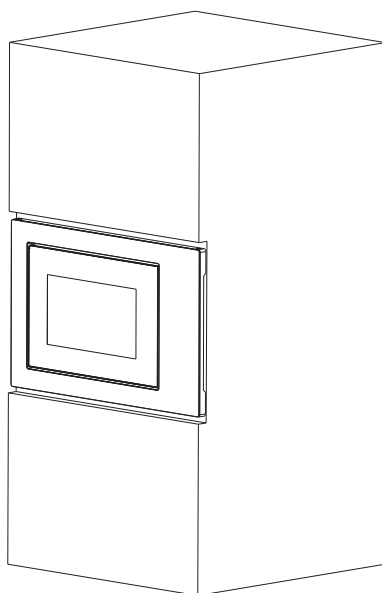

Fig. 2
b) Empuje el horno microondas hasta el final. (Fig.2)